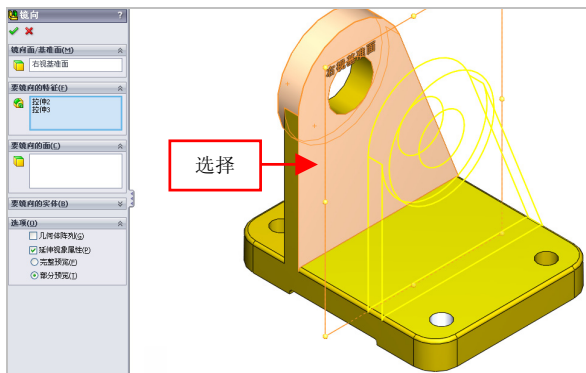

图 6-43 选择镜向特征
(3) 弹出【镜向】属性管理器，选择右视基准面为镜向面，选择要镜向的特征，如图 6-43 所示。